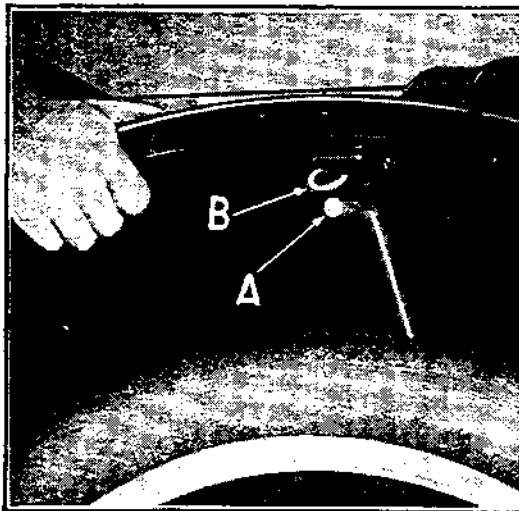

Fig. 108
- a) Passer le support d'aile (voir A, fig. 108) dans le boulon à œillet B.